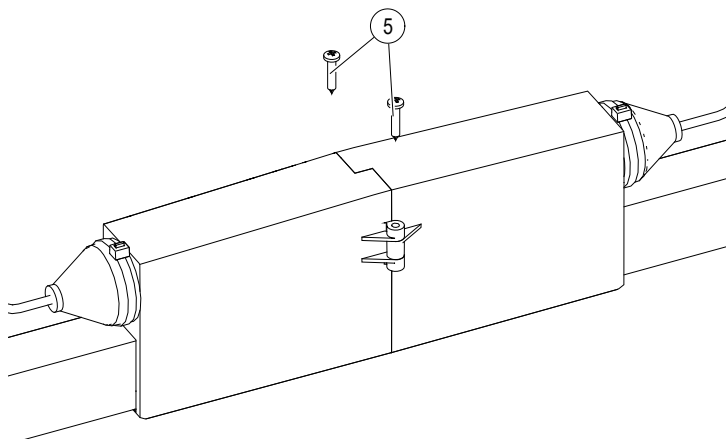

Abb. 47: Ziehen Sie die Schrauben (5) der Kappenhälften fest
→ Ziehen Sie die Schrauben (5) der Kappenhälften fest (siehe Abb. 47).